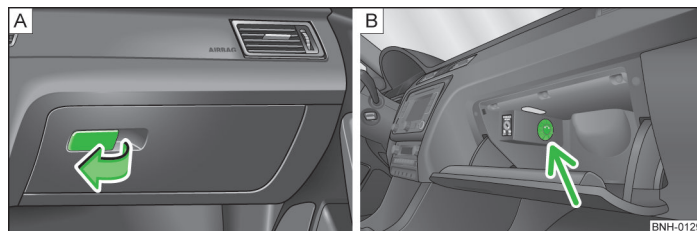

Fig. 48 Cuadro de interruptores: Compartimento guarda objetos en el lado del acompañante
- Tirar del tirador de la tapa en el sentido de la flecha » fig. 48 - [A] y abatir ésta.
La entrada de aire se abre o se cierra con el conmutador giratorio » fig. 48 - [B].